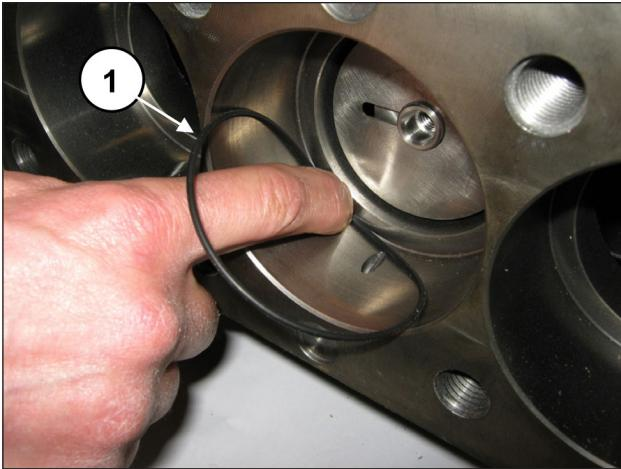

Fig. 154
Quitar la junta tórica de fondo del soporte de la junta (pos. ①, Fig. 154).